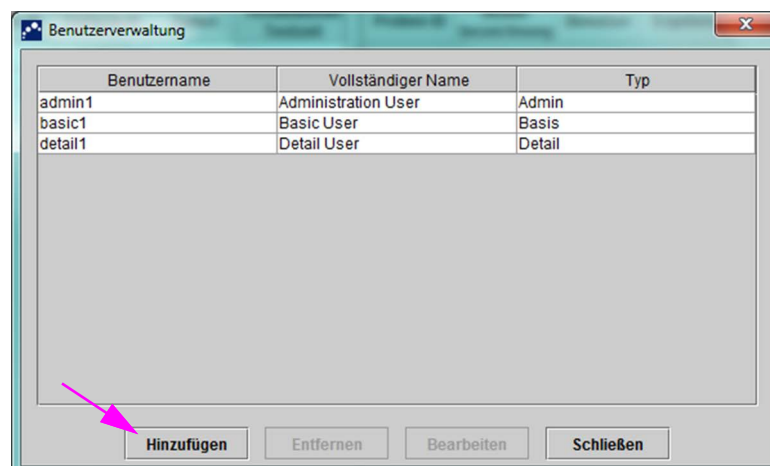
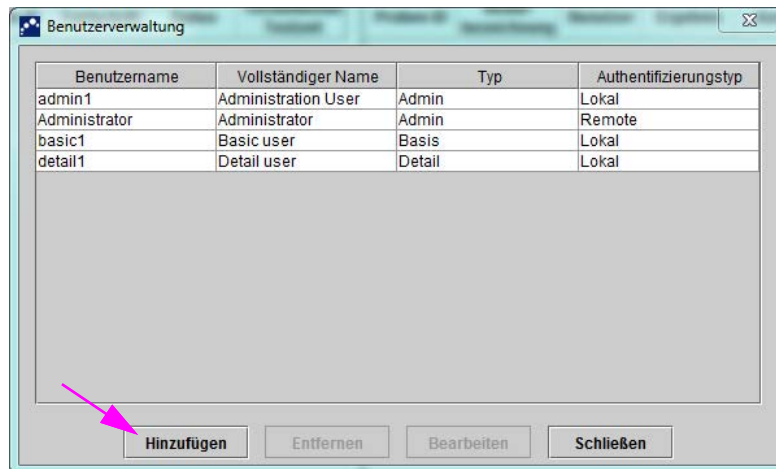

Abbildung 2-70. Dialogfeld „Benutzerverwaltung“
Abbildung 2-71. Dialogfeld „Benutzer“ für Remote-Benutzer
2. Klicken Sie im Fenster des GeneXpert Dx Systems (siehe Abbildung 2-55) im Menü **Setup** auf **Benutzerverwaltung**. Daraufhin wird das Dialogfeld „Benutzerverwaltung“ angezeigt. Siehe Abbildung 2-70, wenn ein lokaler Benutzer hinzugefügt wird, bzw. Abbildung 2-71, wenn ein Remote-LDAP-Benutzer hinzugefügt wird.
1. Klicken Sie auf dem GeneXpert Dx System-Fenster (vgl. Abbildung 2-55) im Menü „Setup“ auf **Benutzerverwaltung**. Daraufhin wird das Dialogfeld „Benutzerverwaltung“ angezeigt. Siehe Abbildung 2-70.